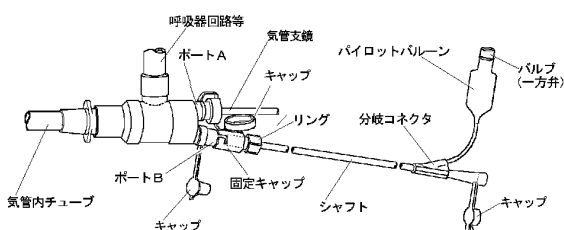

図3.
- ⑥気管支鏡下で、ブロッカーチューブのカフが気管内チューブ先端より突出するまで挿入した後、ブロッカーチューブの先端を、挿入を目的とする気管支側に向ける(ブロッカーチューブを回転させる)こと。
- ⑦ブロッカーチューブを目的とする気管支の位置まで挿入した後、末端部のスタイレットを慎重に抜去し、廃棄すること。
- ⑧気管支鏡により、ブロッカーチューブ先端(カフ)の位置が変わっていないことを確認した後、カフ内に適正量の空気を注入し、気管支をブロックすること。
- ⑨カフ膨張後、ポートBの突起に固定キャップのスリットを入れ込みながら、右に回して装着(ロック)し、さらに固定キャップのリングを右に回して、ブロッカーチューブをシーベルコネクタに固定すること。(図3参照)